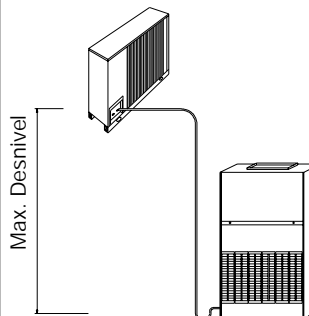

Figura 5
- Para evitar el sifón, montar en la línea del líquido una válvula solenoide (véase Figura 5), siempre aconsejada.